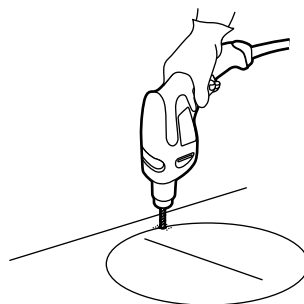

Fig. 17
- > Utilisez un foret adapté pour percer un trou d'au moins 12 mm sur la ligne de coupe (Fig. 17).